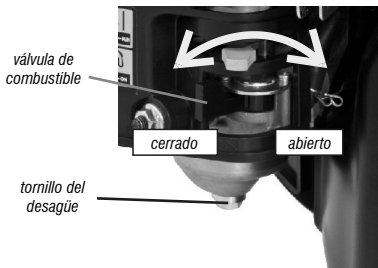

Fig. 33
- b. Coloque la válvula de combustible en posición "CERRADA" (Fig. 33).
- e. Coloque la válvula de combustible en la posición "ABIERTA" (Fig. 33) y drene todo el combustible para evitar que se formen residuos en el sistema de combustible.